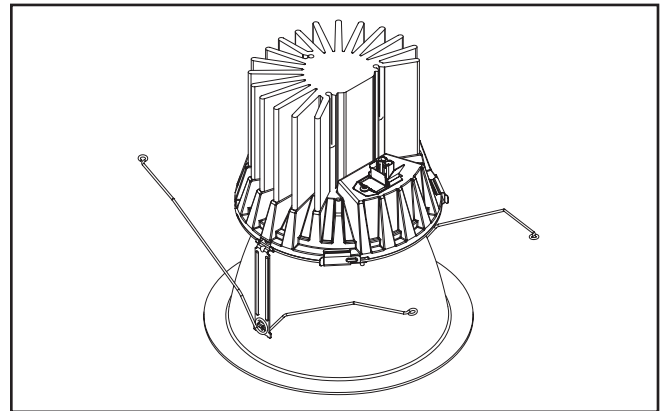

Figura 12.
5. Enchufe la desconexión rápida de la luminaria en el módulo. (Figura 12).